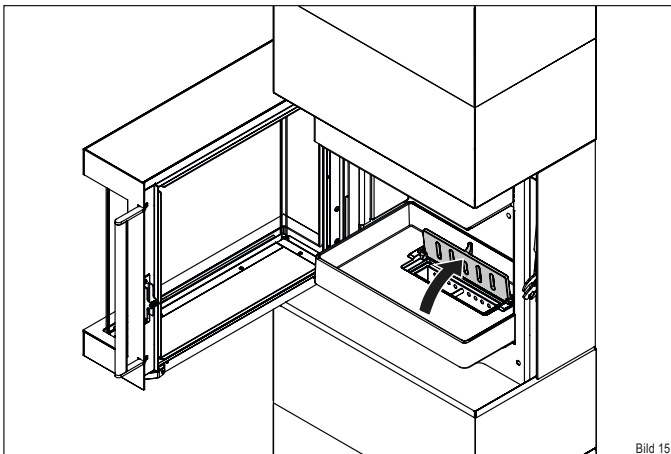

Bild 15
- ▶ Öffnen Sie die Feuerrostklappe (Bild 15).